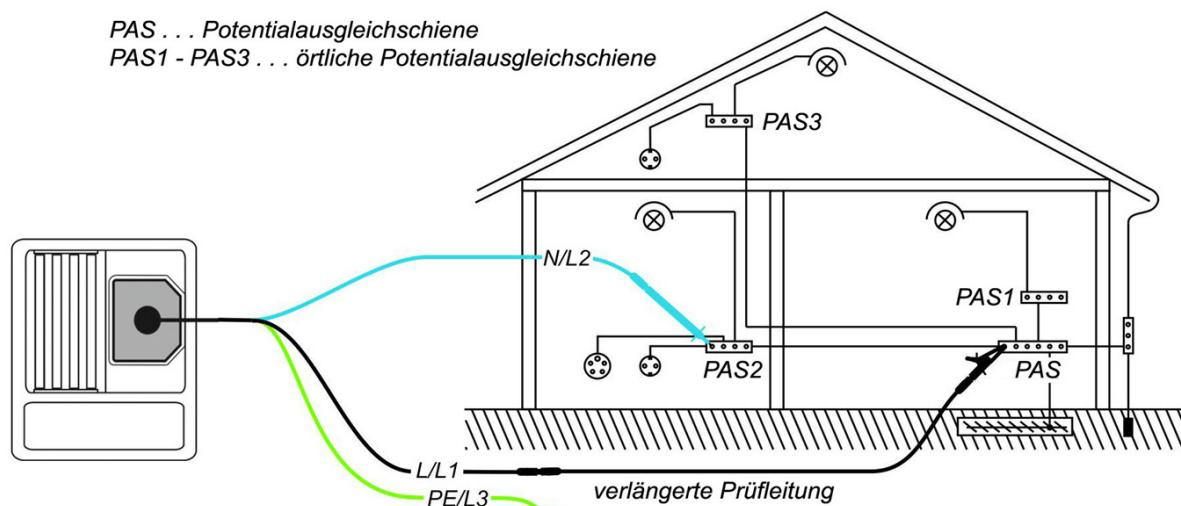

Abbildung 5.9: Anschluss der 3-Leiter-Prüfleitung und der optionalen 40 m Messleitung BENNING TA 5 (044039)
- Kontaktieren Sie die Prüfleitungen an das Prüfobjekt (siehe Abbildung 5.9).